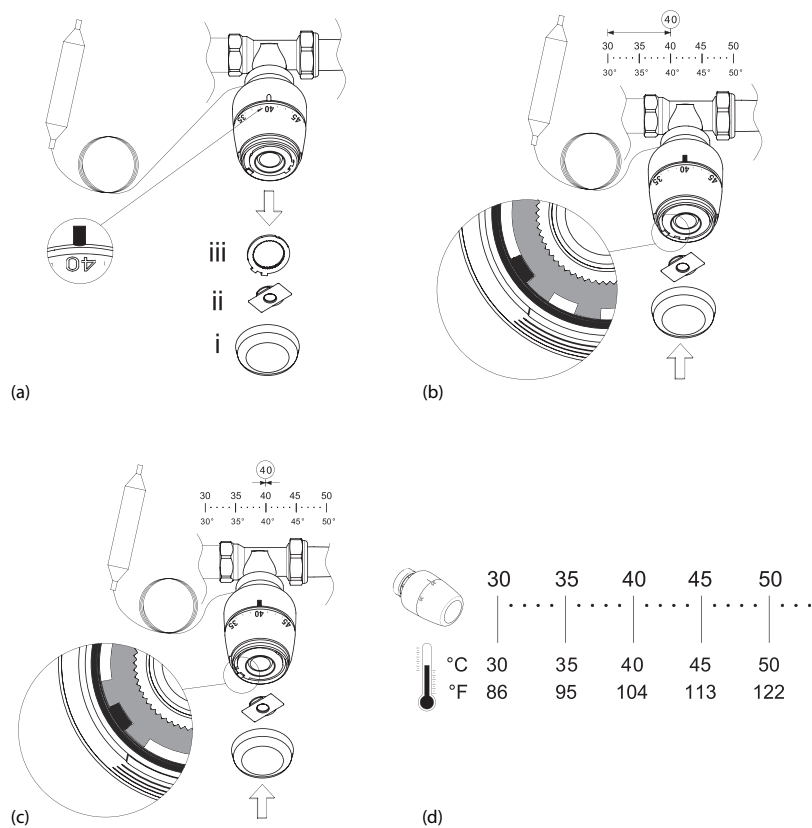

Рис. 3. Фиксация значения температуры на термостатической головке
Если для управления смесительным клапаном используется термостатическая головка с погружным датчиком, то температурная уставка может быть ограничена заданным диапазоном температур или зафиксирована какая-то определенная температура. Сверяясь с Рис. 3, выполните следующие шаги:
2. С помощью отвёртки удалите крышку (i), фиксирующий колпачок (ii) и первую из стопорных зубчатых шайб (iii) (Рис. 3а);
- а. как на Рис. 3б чтобы ограничить настройку до установленного диапазона (в примере от 30 до 40 °C);
- б. как на Рис. 3с чтобы зафиксировать уставку на заданной величине (в примере 40 °C);
Для настройки температуры см. Рис. 3д. Заметьте, что реальная температура, поддерживаемая устройством, может немного отличаться от величины, выбранной с помощью ручки в зависимости от условий на входе смесительного клапана (температуры горячей и холодной воды).